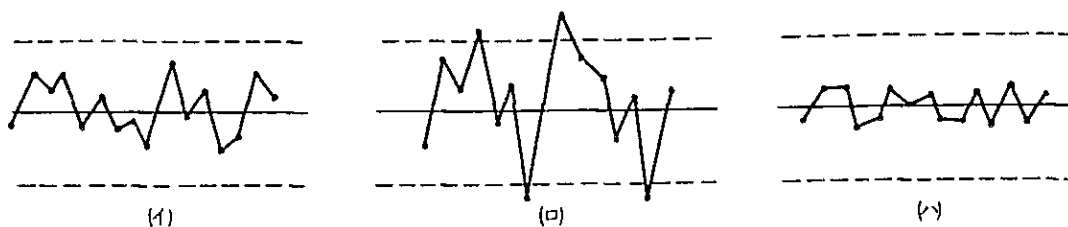

図 6.8-10
(b) 適切な管理図と適切でない管理図(図 6.8-10)
- (ii) 適切でない管理図とは、図 6.8-10(ii)のようにしばしば点が飛び出し、そのつど原因を調べてもなかなかわからないもの、あるいは図(iii)のように点が全然出る恐れのないものなどで、管理図としては役に立たないので検討する必要がある。
(c) 安定状態を示す管理図(図 6.8-10(i))